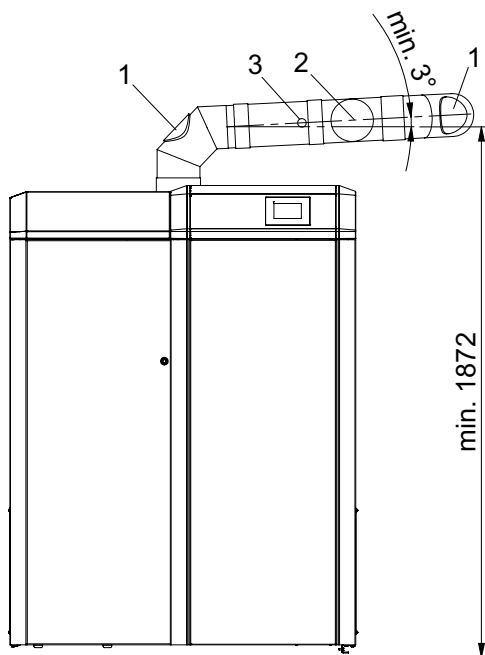

Fig. 52 Aperture di pulizia nel tubo dei gas combusti – vista da davanti, (schizzo senza isolamento del tubo dei gas combusti)
- Pulire/aspirare il tubo dei gas combusti (tubo di collegamento fra la caldaia a pellet e il camino) in corrispondenza dell'apertura di pulizia – Fig. 52.